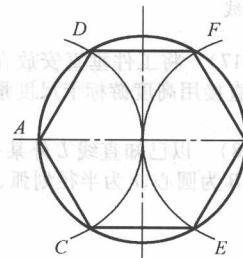

图 1-23 正六边形的划法
(2)在已知圆内划正六边形(图 1-23) 在圆内划出与要求边平行的中心线,交圆周于 A, B 两点;分别以 A, B 为圆心,圆的半径为半径划圆弧,交圆周于 C, D, E, F 四点;依次连接 AC, AD, BE, BF, CE, DF ,即可得正六边形。